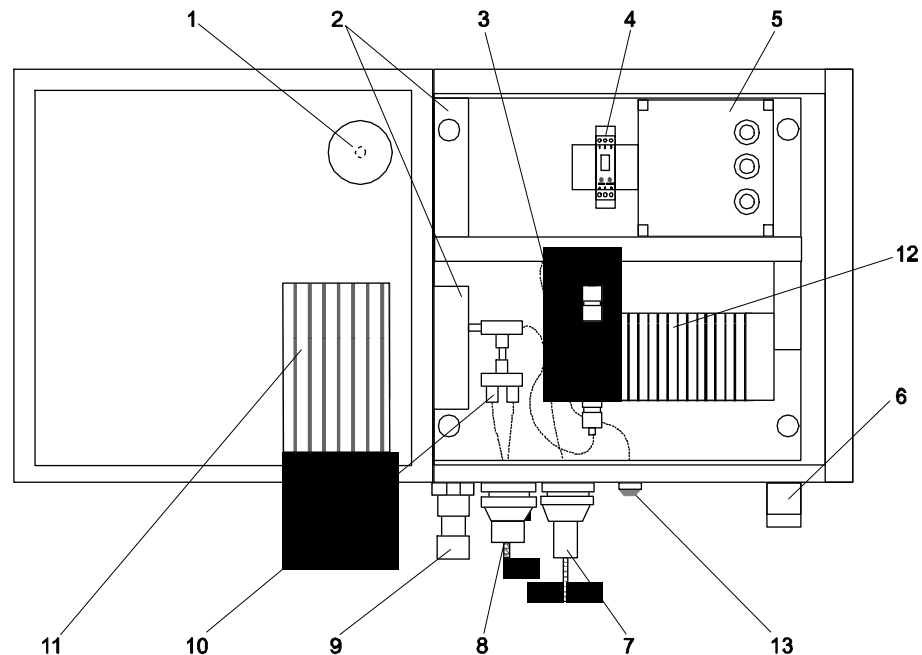

Рис. 11: Блок управления
1. Пропустите шланги для фильтра, выступающие из трубы для фильтра (от одного до четырех шлангов в зависимости от версии), и питающую линию кабелей нагревателя через сальник шланга P_g (см. рис. 11, поз. 8). Задвиньте спиральный шланг достаточно далеко в сальник шланга P_g так, чтобы он был установлен заподлицо внутри, и затем затяните сальник шланга P_g.
7. Проведите кабель для термовыключателя через кабельный канал (см. рис. 11, поз. 2) в соединительную коробку (поз. 5). По электрическому подключению прочитайте главу "Монтаж электропроводки".